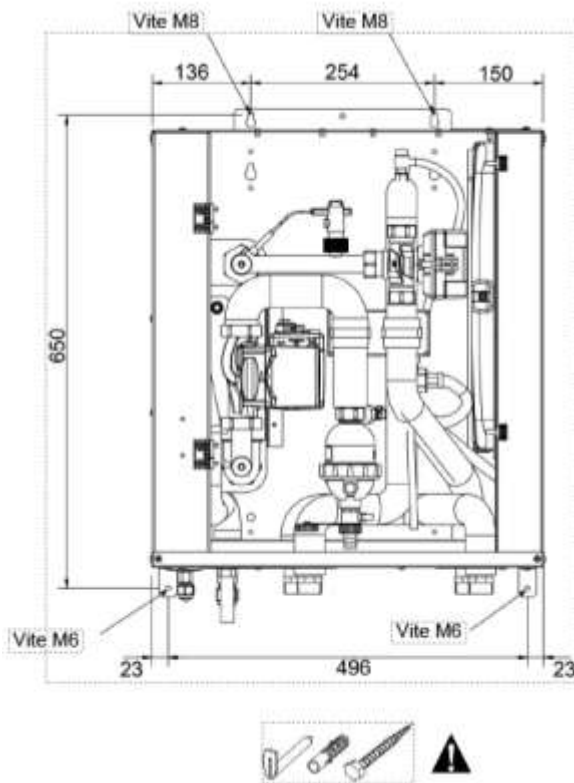

Figura 11 – fissaggio a muro
- Rimuovere le viti (1) mostrate in Figura 11.